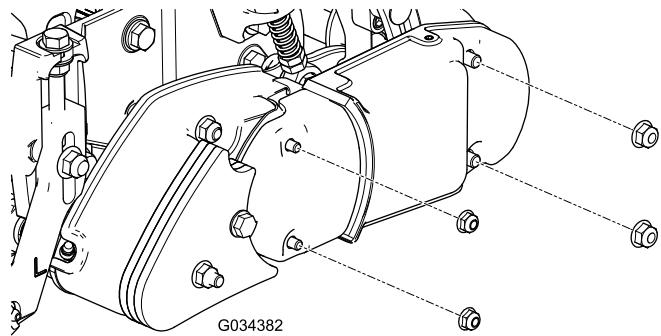

Figura 10
7. Apriete las tuercas para sujetar las cubiertas (Figura 10).